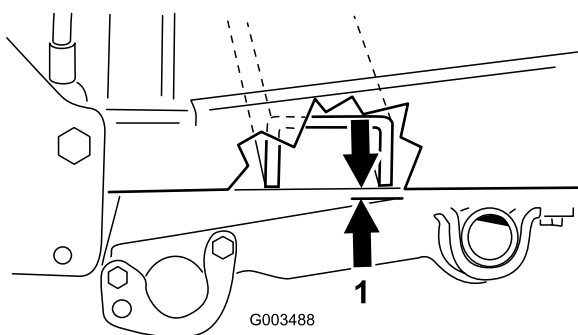

Рисунок 18
2. Измерьте расстояние между рамой тягового блока и шарнирной трубой, как показано на Рисунок 18.